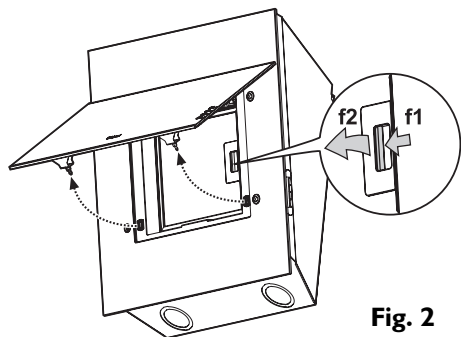

Fig. 2
3. Retirez le(s) filtre(s) à graisses (Fig. 2). Pour l'enlever, tirez la poignée de décrochage à ressort (f1), puis extrayez le filtre (f2).
1. Ouvrez le panneau frontal et retirez le filtre à graisses (Fig. 2).